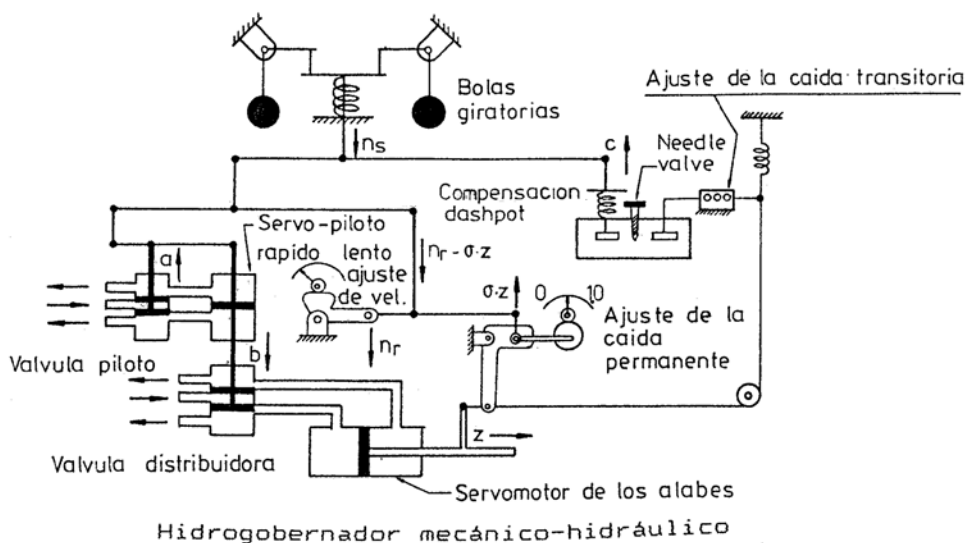

Figura 1.2: Sistema de control de frecuencia
- Sistema de control de la velocidad en una turbina, ver figura 1.2.